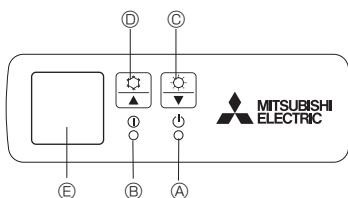

Fig. 5-1
[Fig.5-1] ① Luz DEFROST/STAND BY (DESCONGELACIÓN/RESERVA)
② Luz de funcionamiento
③ Interruptor de funcionamiento de emergencia (calefacción)
④ Interruptor de funcionamiento de emergencia (refrigeración)
⑤ Receptor